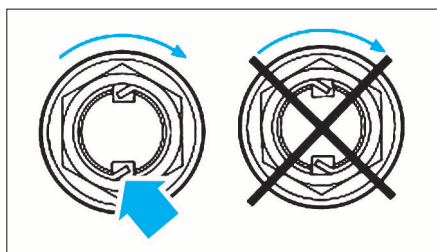

FIG. 3
- serrer les écrous correctement (Fig.3).